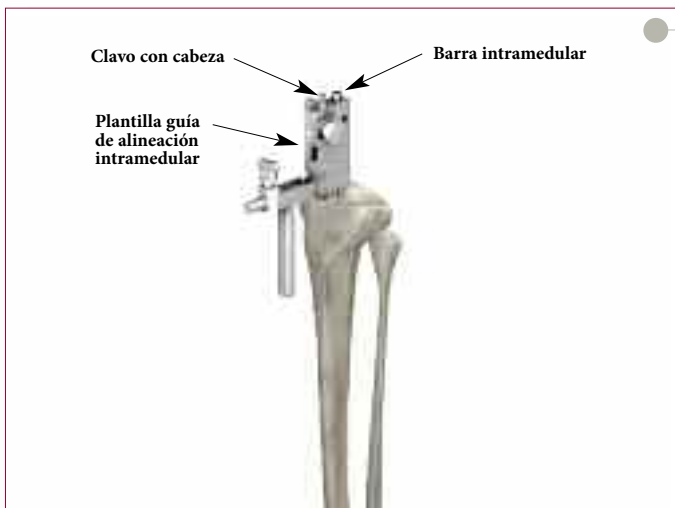

Figura 49
► Deslice la guía de alineación intramedular sobre la barra de alineación (**Figura 49**).